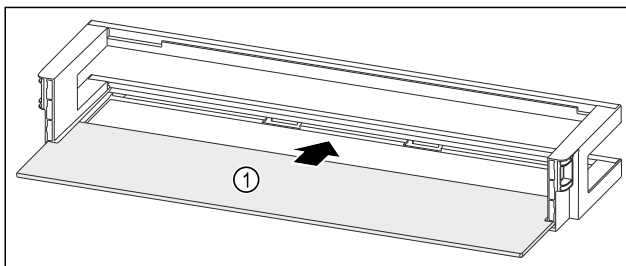

Fig. 182 Türabsteller mit Abstellfläche
- ▶ Abstellfläche Fig. 182 (1) in die seitlichen Aussparungen einschieben.